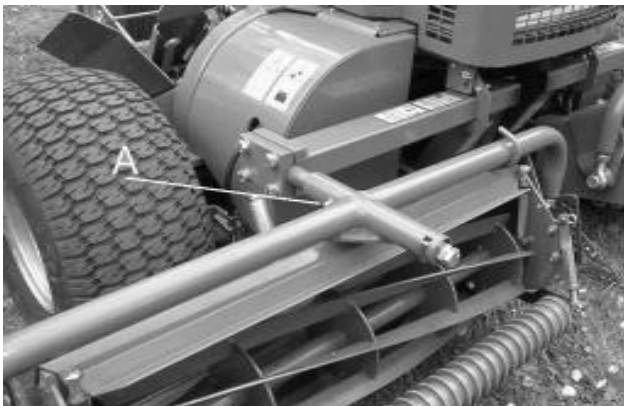
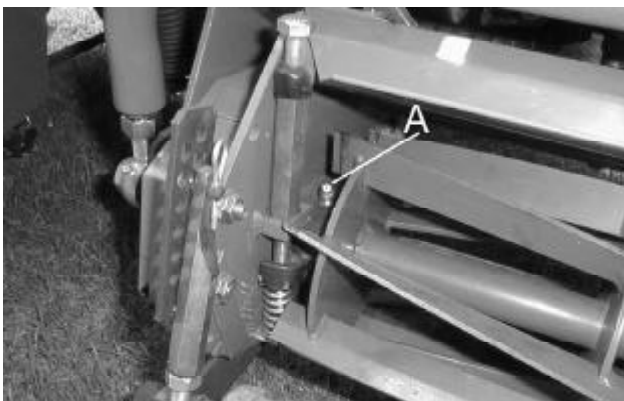

Fig.14
Fig.15
- (d) Unit pivot bracket, front (A Fig.14).
- (e) Steering shaft (A) and unit pivot bracket.
- (f) Cutting Cylinder bearing housings. (A Fig. 15)
- (d) Voorste scharnierbeugels van de eenheid (A in Afb. 14).
- (e) Stuuras (A) en scharnierbeugel van de eenheid.
- (f) Lagerhuizen van maaicilinders (A in Afb. 15).